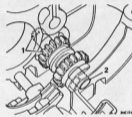

Abb. F.17
34. Nibbelring-Sprengblech und -rad abziehen, Abb. F.17
- Einlauf mit Nockenlaufwinkelhebel-Drehpfosten in Eingriff bringen und Welle montieren, Abb. F.17.